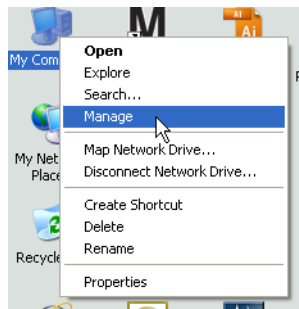

FIG. 53
- a. Klik met de rechtermuisknop op het pictogram Mijn computer op het bureaublad; klik vervolgens op Beheer (FIG. 53).